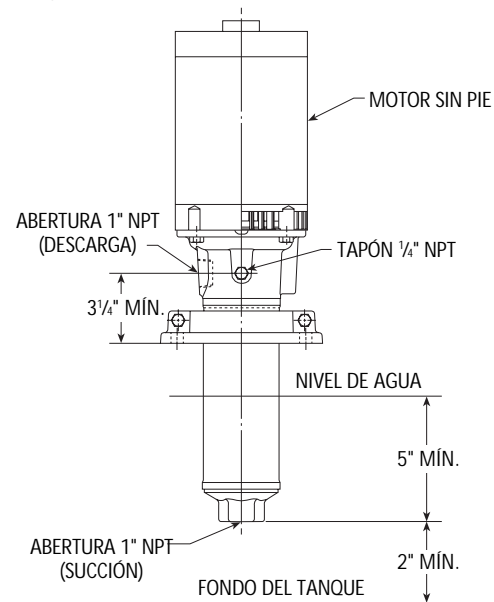

Figura 1.
- Para que la bomba funcione correctamente se deben mantener los niveles máximos y mínimos de líquido. Observe la figura 1.